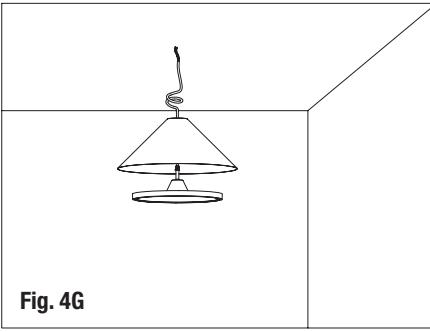

Fig. 4G
- pass the suspension wire through the lampshade (Fig. 4G).
- Faites passer le fil de suspension à travers l'abat-jour (Fig. 4G).